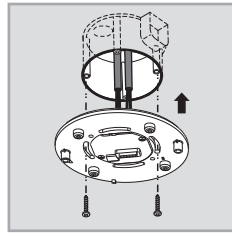

ABB. 15
3.3.3.3 Setzen Sie die Power Box auf die Standard-Abzweigdose auf und befestigen Sie die Teile mit den beiden Schrauben (siehe ABB. 15).